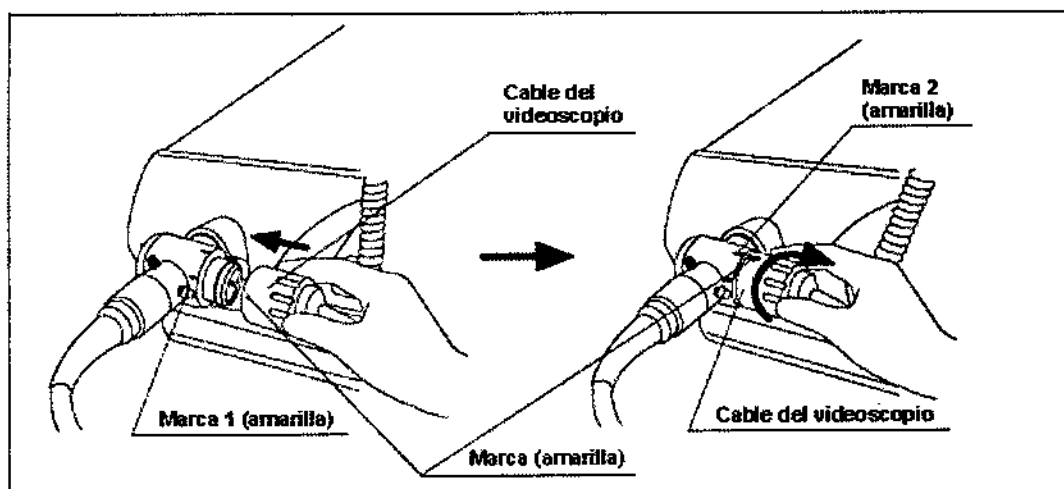

Figura 3.15
7. Alinee la marca situada en el cable del videoscopio EXERA, EXERA II, o 100 con la marca 1 situada en el conector del endoscopio y presiónelo hasta el tope (véase la figura 3.15).
8. Gire el conector del cable del videoscopio hacia la marca 2 hasta el tope (véase la figura 3.15).